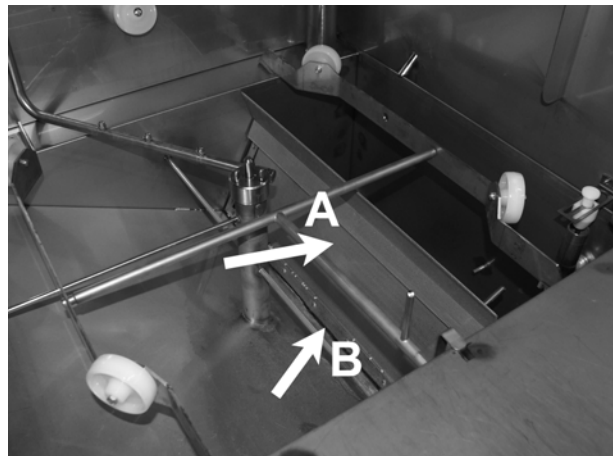

Abbildung 28: Granulatdämpfer
7. Den Granulatdämpfer (A) reinigen und mit Wasser abspülen (Abbildung 28 Granulatdämpfer).
8. Kontrollieren, dass der Dichtungsring (B) am Granulatdämpfer unbeschädigt ist (Abbildung 28 Granulatdämpfer).